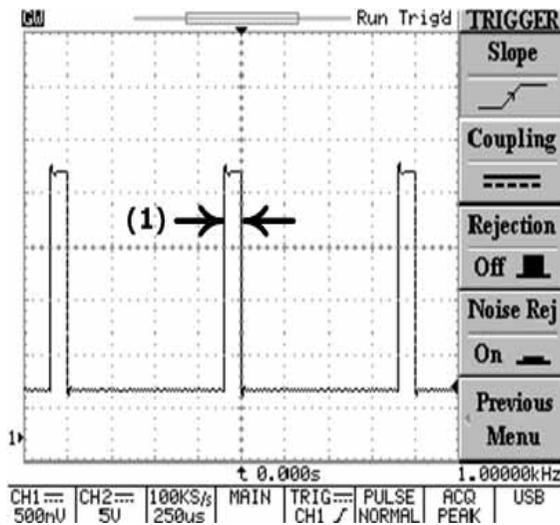

图 5-10 正向脉冲触发
- (1) 选择正向触发时，如比较条件符合，触发发生在脉冲由高变低的范围内。见图 5-10